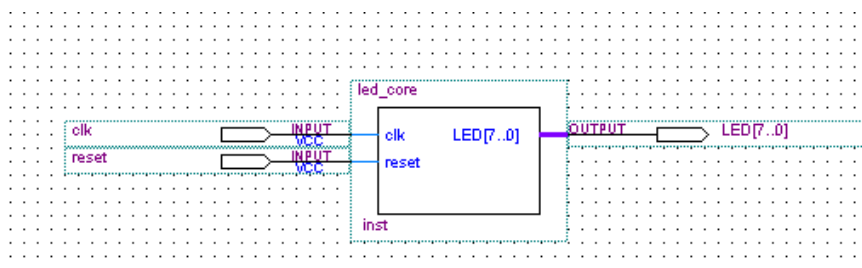

图 35 LED 原理图设计
- d) 至此，整个原理图设计完成，如图 35 所示，将该设计保存为顶层设计文件名 **led**。此文件名跟之前工程建立时定义的顶层文件名相同。